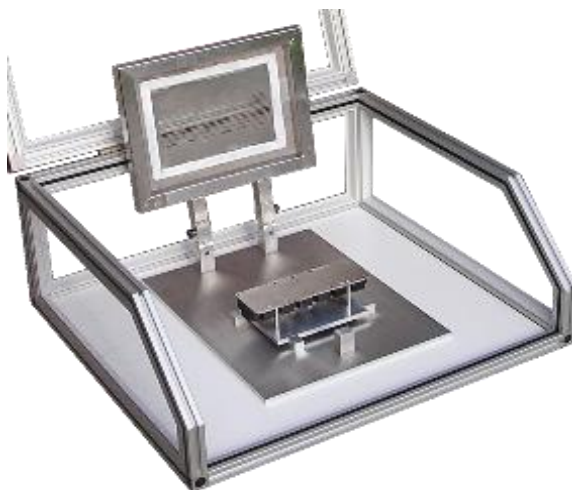

图 4 在丝网印刷过程中给 PrimePACK™2 和 PrimePACK™3 模块提供对准的夹具
2. 印刷屏模板和模块的对准，例如通过将 PrimePACK™ 模块插入如图4所示的金属夹具里：